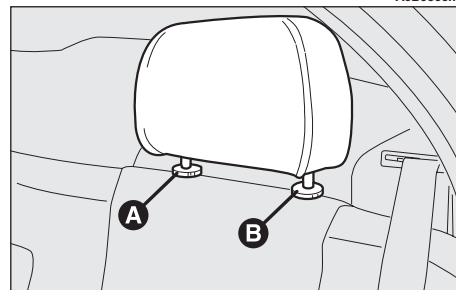

fig. 31
- appuyer sur les deux touches (**A et B-fig. 31**) et enlever les appuie-tête.